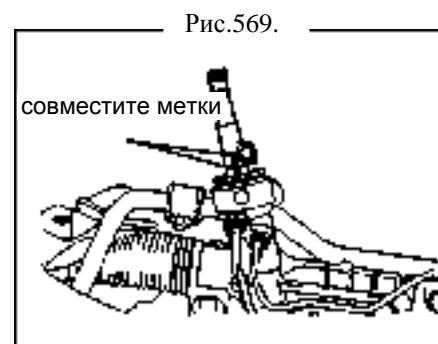

Рис.569.
- (а) Сделайте отметки на среднем валу и малом валу (рис.569).